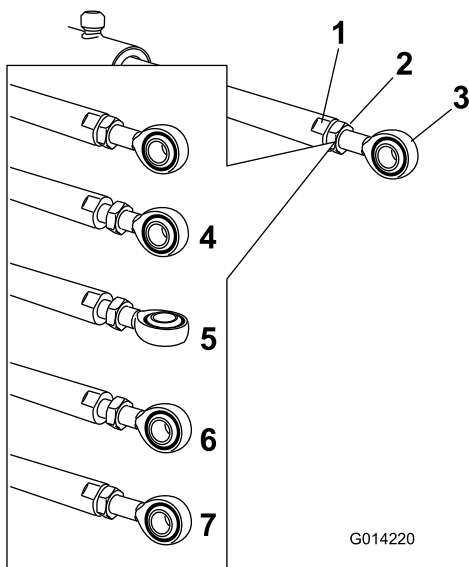

図 114
- アクチュエータロッドの平たい面にスパナをあてがって回転しないように押さえ、ジャムナットをゆるめて、アilettoロッドを調整できるようにする 図 114。
6. アイレットロッドを回転させてアクチュエータを希望の長さに調整する 図 114。